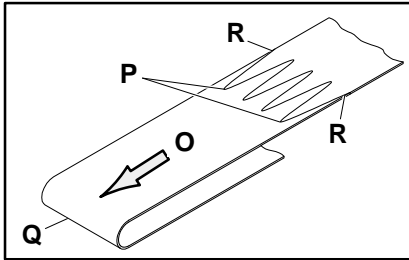

Figure 10: Détail du positionnement de la bande de remplacement
Orientez la bande de remplacement de manière à ce que les doigts de l'épissure de la bande (P de la figure 10) s'orientent dans la direction défilement de la bande (O), vers le racleur de sécurité (Q), en dessous du convoyeur et que les doigts extérieurs (R) soient positionnés comme indiqué.